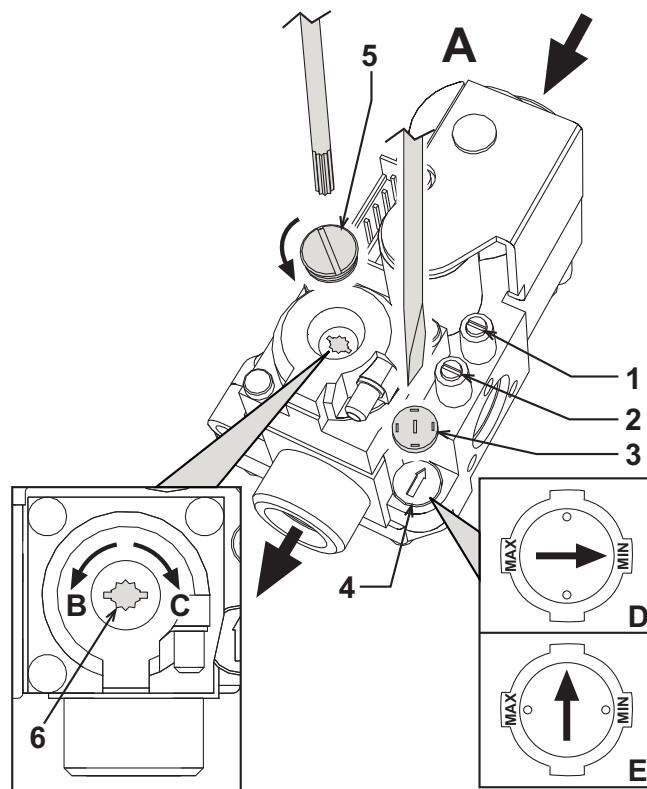

рис. 17 - Регулирование давления
На котле ERA F D можно регулировать тепловую производительность топки и, следовательно, тепловую мощность, передаваемую воде системы отопления; это делается исключительно путем регулировки основной горелки с помощью газового вентиля (см. рис. 17). На графиках, приведенных в параграфе сар. 5.2, показано изменение передаваемой воде тепловой мощности в зависимости от изменения рабочего давления горелки. Возможность приведения мощности котла в соответствие с реальными потребностями отопления означает, прежде всего, снижение потерь и экономию топлива. Кроме того, при регулировке мощности, регламентированной также стандартом, котлы сохраняют значения КПД и характеристики сгорания почти без изменений.
1. С помощью небольшой отвертки снимите защитный колпак 5 вторичного привода газового вентиля рис. 17.
2. Подключите манометр к клемме давления 2 (рис. 17), расположенной после газового вентиля, затем переведите ручку термостата котла на максимум.
3. Регулируйте давление с помощью винта 6 (рис. 17) на желаемое значение, руководствуясь диаграммами, приведенными в параграфе сар. 5.2.
2. Снимите с газового вентиля маленький защитный колпачок 3 (рис. 17). С помощью маленькой отвертки регулируйте "СТУПЕНЬ" розжига на основании выбранного для работы газа (G20-G25 положение D рис. 17 или G30-G31 положение E рис. 17); установите на место защитный колпачок.
- Спустите воздух из газопроводных труб через штуцер отбора давления 1 газового вентиля (рис. 17).